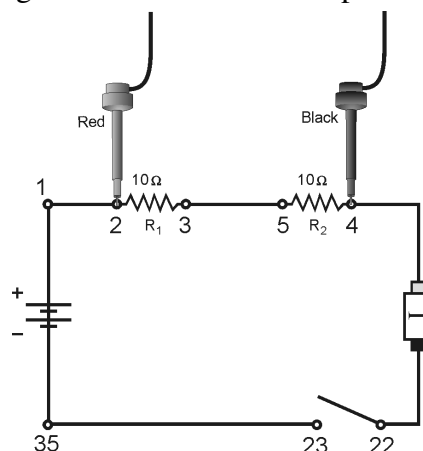

Abbildung 2
- Verkabeln Sie die Reihenschaltung aus den beiden 10Ω -Widerständen wie in Abbildung 2 zu sehen. Beachten Sie, dass mit dem Spannungsfühler die an beiden Widerständen anliegende Spannung gemessen wird. Der rote Anschluss des Stromsensors sollte in Richtung des +Anschlusses der Spannungsversorgung liegen.